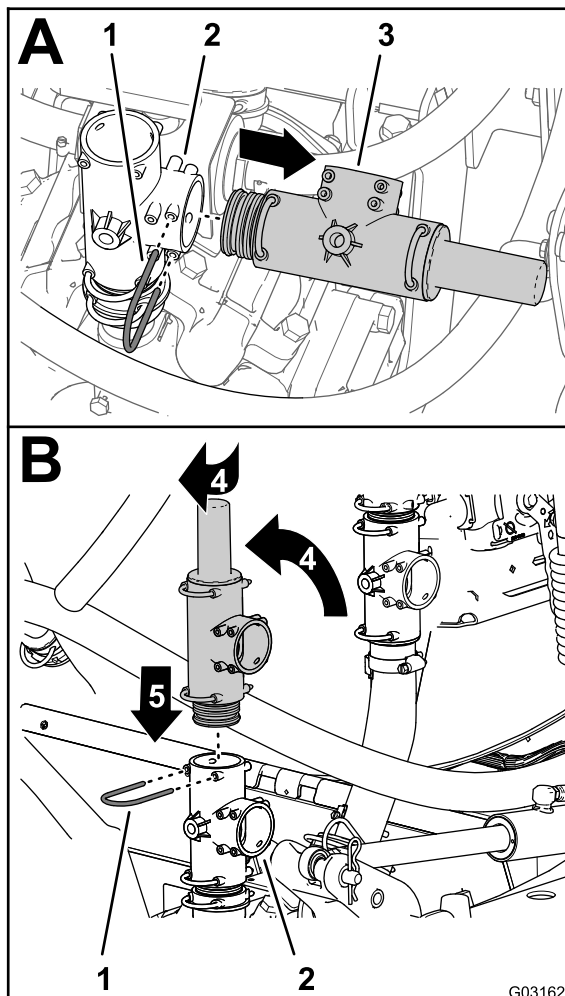

図 4
1. 圧力解放バルブをスプレーヤのポンプのT字フィッティングに固定しているリテーナを外して解放バルブリリーフバルブを取り外す 図 4。
2. 図 4に示すように、圧力解放バルブを回して向きを変更する。
3. 圧力解放バルブを、T字フィッティングの上部に取り付け、一番奥まで完全に押し込む 図 4。